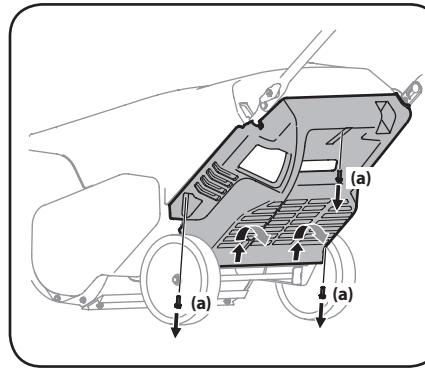

Figura 4-1
2. Extraiga los tres tornillos (a) que sujetan el panel inferior. Extraiga el panel inferior levantándolo para liberar las lengüetas que están en la base del panel de las ranuras para lengüetas y luego tire hacia atrás. Consulte la Figura 4-1.